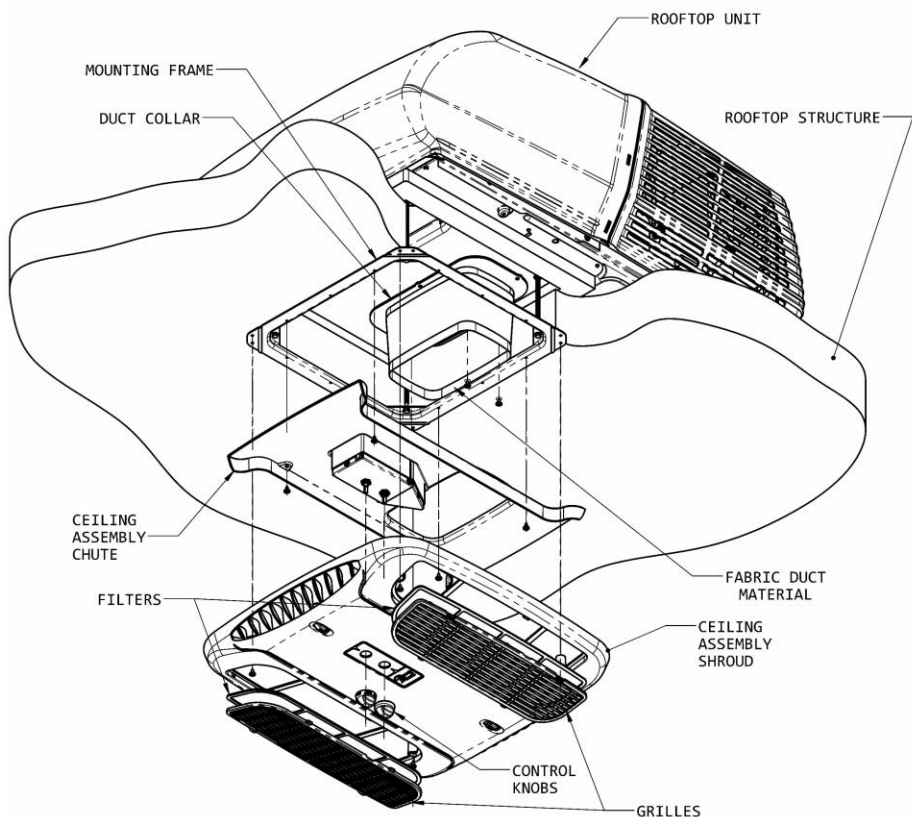

Figure 9
- B. Fixez le collet de gaine au bac à condensation du climatiseur avec les 3 vis fournies (voir Figure 9).
- H. Soulevez la chute de l'ensemble de plafond jusqu'au cadre de montage et fixez-la avec les 4 vis fournies (voir Figure 9).
- K. Soulevez le carénage de plafond, et en vous assurant qu'il s'engage correctement dans la chute, fixez-le au cadre de montage avec les 4 vis fournies (voir Figure 9).